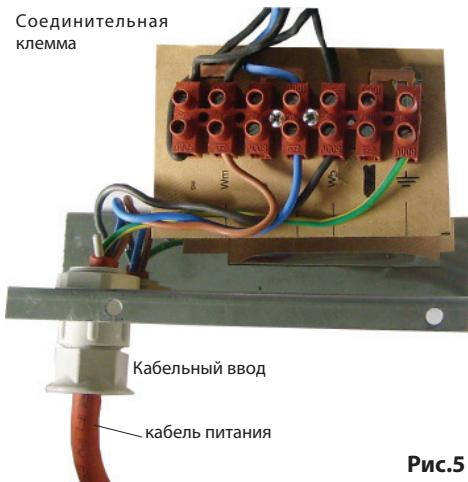

Рис.5
5. Колодка для подключения испарителя находится с левой стороны печи. Произведите подключение аналогичным образом как описано выше (см. рис. 5).